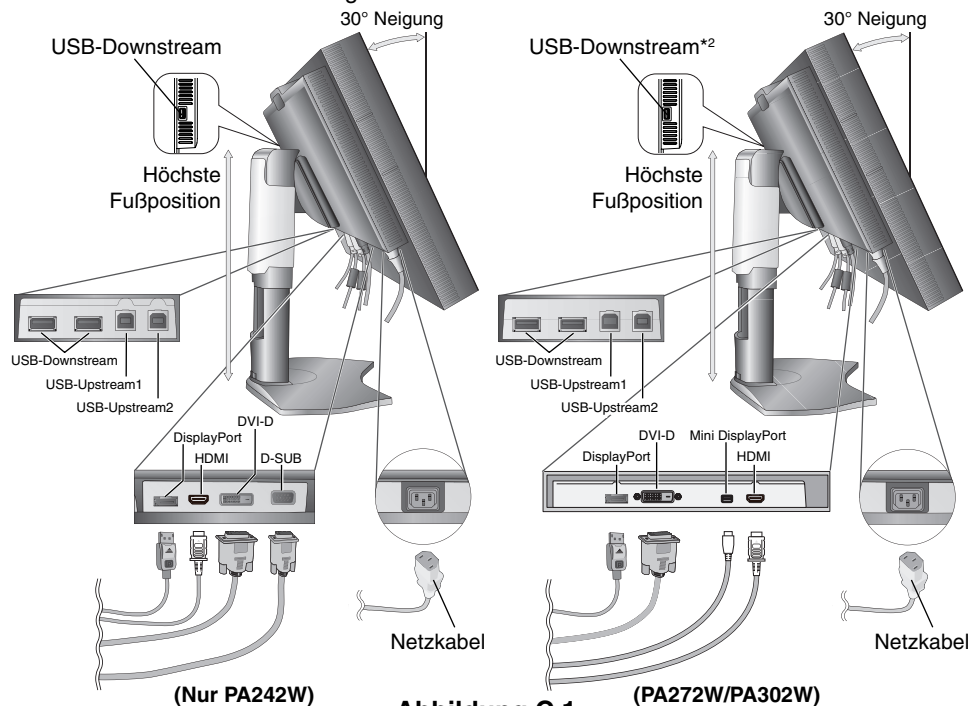

Abbildung C.1
4. Verbinden Sie alle Kabel mit den entsprechenden Anschlüssen (**Abbildung C.1**). Verbinden Sie den Anschluss des Typs B mit dem USB-Upstream-Port auf der hinteren rechten Seite des Monitors und den Anschluss des Typs A mit dem Downstream-Port am Computer (**Abbildung C.1a**). Wenn Sie das Kabel eines USB-Geräts verwenden, müssen Sie es in einen der Downstream-Ports des Monitors einstecken.